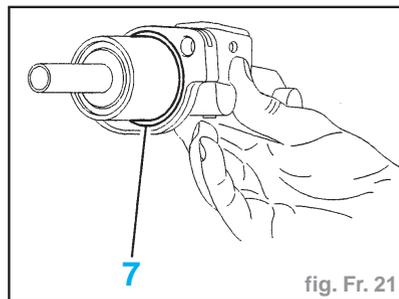

fig. Fr. 21
- Remplacer systématiquement le joint d'étanchéité (7) (fig. Fr. 21).